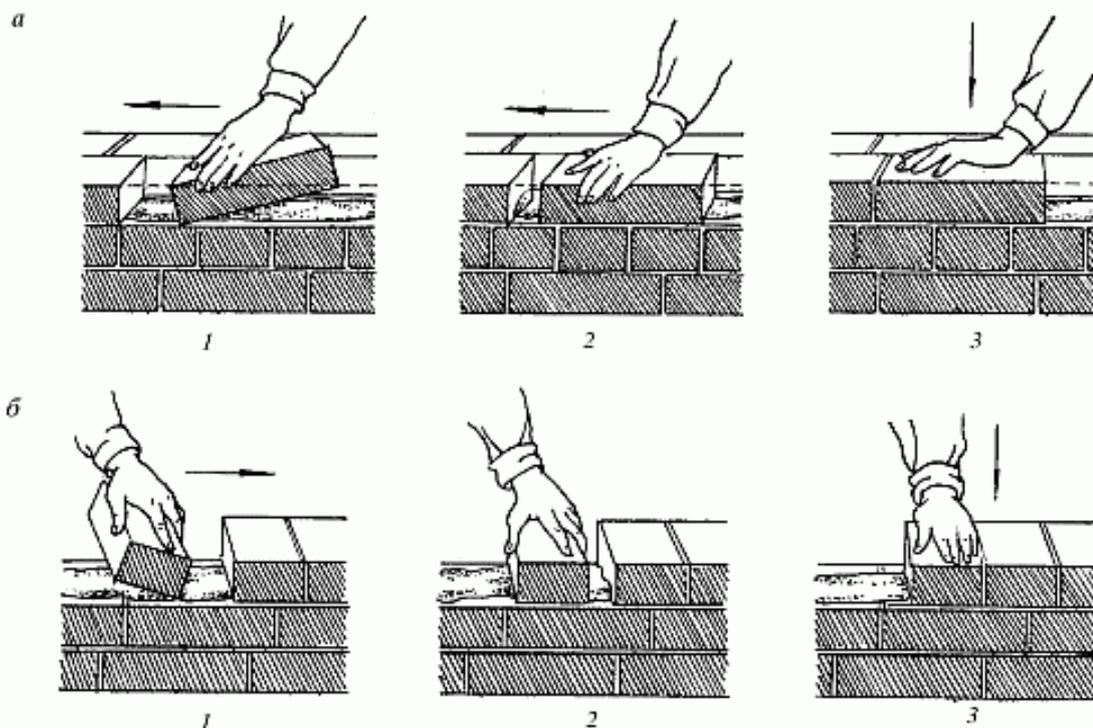

Рис. 11. Кладка наружной версты вприсык: а – ложкового ряда; б – тычкового ряда; 1–3 – последовательность действий
*Способом вприсык (рис. 11) ведут кладку на пластичных растворах (осадка конуса 12–13 см) с неполным заполнением швов раствором по лицу стены, т. е. впустошовку. Процесс кладки ложкового ряда при этом способе выполняют в следующем порядке. Взяв кирпич и держа его наклонно, загребают тычковой гранью кирпича часть раствора, предварительно разостланного на постели. Загребать раствор начинают примерно на расстоянии 8–12 см от ранее уложенного кирпича. Придвигая кирпич к ранее уложенному, постепенно выправляют его положение и прижимают к постели. При этом часть раствора, снятая с постели, заполняет вертикальный поперечный шов. Уложив кирпич, осаживают его рукой на растворной постели. При кладке тычкового ряда процесс укладки выполняют в той же последовательности, что и ложкового, только раствор для образования вертикального поперечного шва подгребают не тычковой, а ложковой гранью. Этим способом кирпич можно укладывать как левой, так и правой рукой.*